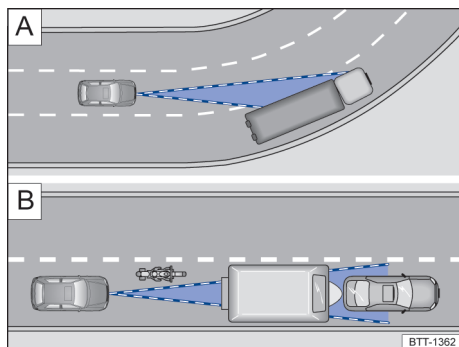

Fig. 118 A) Condução em curva. B) Veículos fora da área de alcance do sensor do radar.
O sensor do radar sempre realiza as medições em sentido reto. Por isso, veículos em curvas fechadas podem ser acidentalmente detectados ou veículos à frente podem não ser detectados → Fig. 118 A).
- Veículos que conduzem fora da área do sensor em pequena distância do próprio veículo, por exemplo, motocicletas → Fig. 118 B).